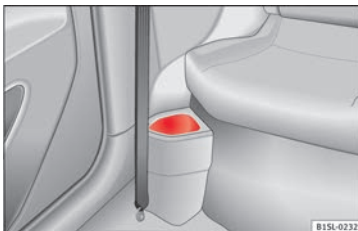

Fig. 127 Devant la banquette arrière : vide-poches.
- Devant la banquette arrière » **fig. 127**.